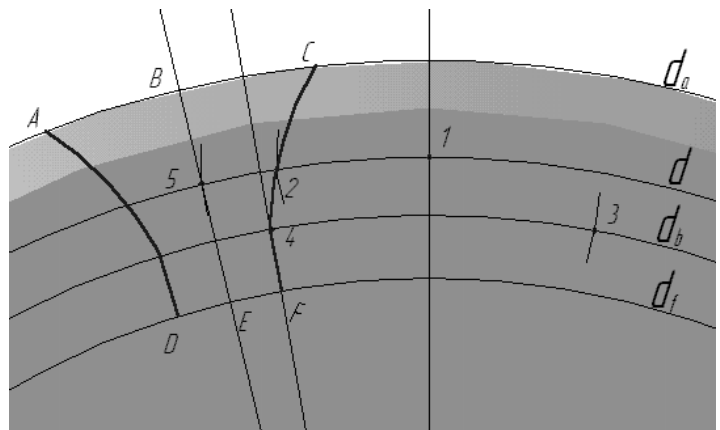

Рис.5
22. Вызовите команду **Симметрия**  (страница Инструментальной панели **Редактирование** ). В качестве линии симметрии укажите последнюю проведенную вспомогательную прямую (через точку 5). Результат операции приведен на рис. 5.